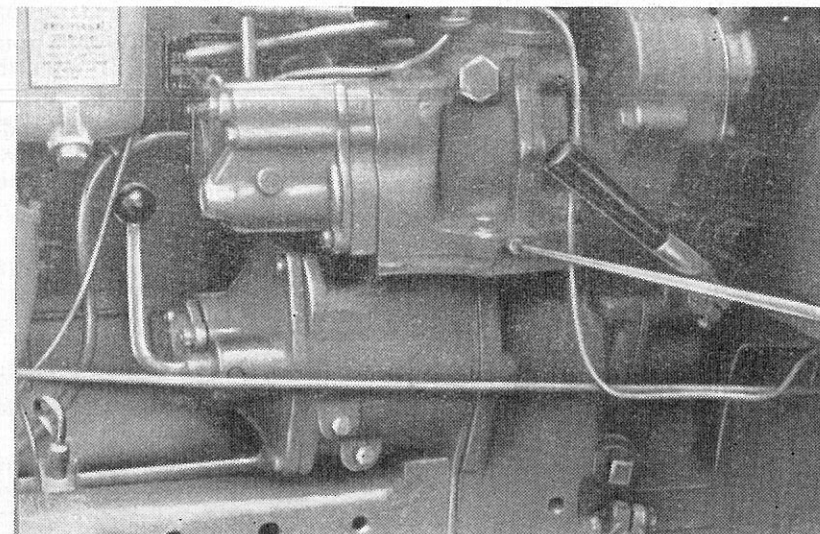

Fig. 11. Bouchon de purge pour évacuation des condensations d'essence du carter du moteur de lancement
10. Vidanger les condensations d'essence du carter du moteur de lancement après avoir dévissé le bouchon de purge (fig. 11).
c) par un mouvement brusque, tirer à soi le bout du cordon, et le moteur de lancement doit démarrer. Sinon, répéter l'opération. Si l'on n'arrive pas à plusieurs reprises à faire partir le moteur par ce procédé, il convient de purger la chambre de manivelle des condensations de carburant, et pour cela: dévisser le bouchon 1 (fig. 11), débrancher le fil de la bougie et purger la chambre de manivelle en tournant le vilebrequin par le volant. Après la purge, revisser le bouchon, serrer le fil sur la bougie et répéter l'opération de lancement du moteur.